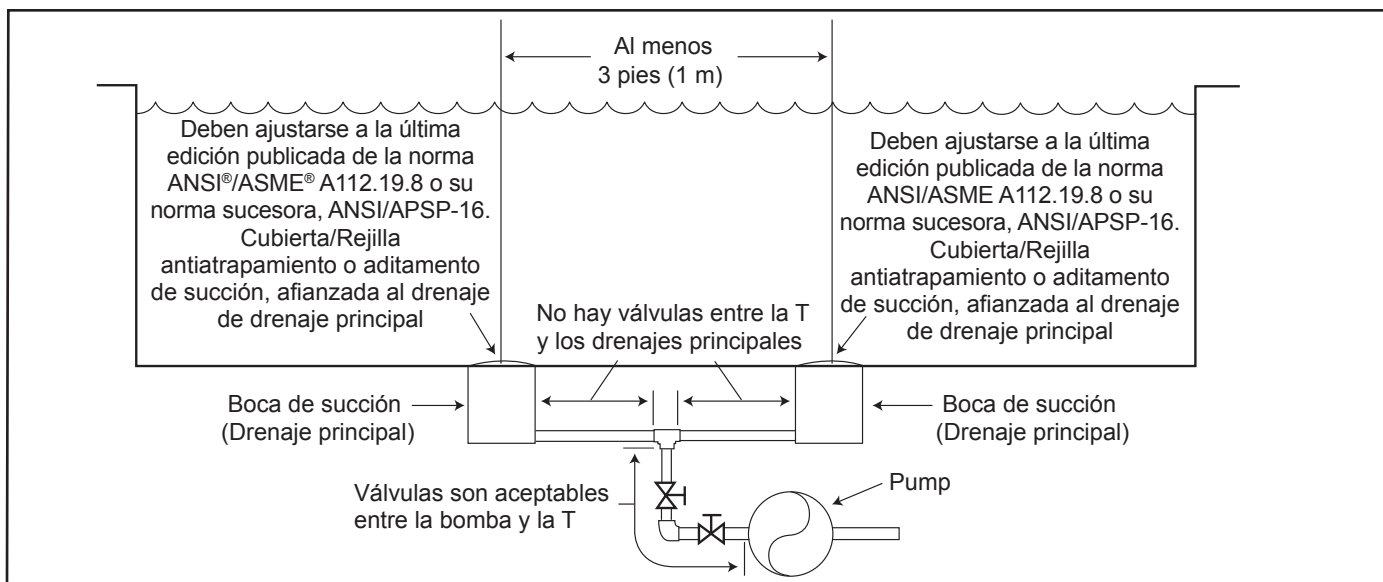

Figura 1. Número de bocas de succión por bomba
**Número de bocas de succión por bomba – Deben proporcionarse al menos dos (2) bocas de succión hidráulicamente equilibradas, con sus tapas, como salidas para cada línea de succión de la bomba de circulación.** Los centros de las bocas de succión (bocas de succión) en una (1) línea de succión deben estar separados por lo menos tres (3) pies (1 m) de distancia, de centro a centro. Véase Figura 1.
El sistema debe estar construido para incluir al menos dos (2) bocas de succión (drenajes) conectadas a la bomba siempre que la bomba esté funcionando. Sin embargo, si dos bocas de succión llegan a una sola línea de succión, esta línea de succión individual puede ser equipada con una válvula que cierre las dos bocas de succión. El sistema deberá ser construido de tal manera que no permita el cierre por separado o independiente (aislamiento) de cada uno de los drenajes. Véase Figura 1.